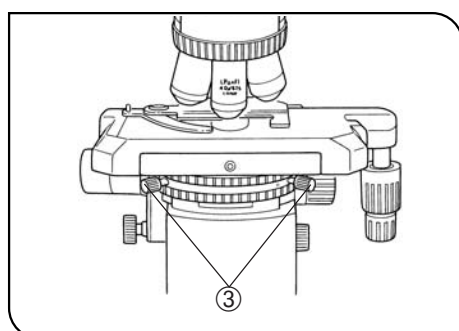

Abb. 34
3. Die Leuchtfeldblende ② öffnen, bis sie das Sehfeld gerade umgibt.
7. Die beiden Zentrierschrauben ③ in die Zentrier-Gewindebohrungen des optischen Elementes (über den ◀ Markierungen) einführen und die Zentrierung der Phasenblende so regulieren, dass sich der helle und der dunkle Ring im Sehfeld überlagern. (Abb. 34)